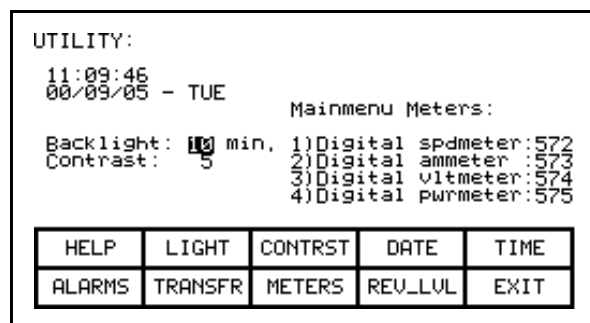

Figura 3.11 – Schermata Utility – Illuminazione
Per modificare la durata del ritardo, premere il tasto [F2]. Il ritardo corrente della retroilluminazione viene mostrato a colori invertiti (Figura 3.11). Il valore può essere regolato tra 0 e 60 minuti. Un valore pari a zero (0) disattiva il ritardo, mantenendo la luce sempre accesa. Premere il tasto cursore [su] o [giù] per cambiare il valore di una risoluzione pari a 1 minuto. Premere i tasti cursore [sinistra] e [destra] per cambiare il valore di una risoluzione pari a 10 minuti. Per annullare la modifica, premere il tasto [backspace] e l'impostazione tornerà al suo valore originale. Per accettare la modifica, premere il tasto [invio]. Il ritardo della retroilluminazione è stato salvato.